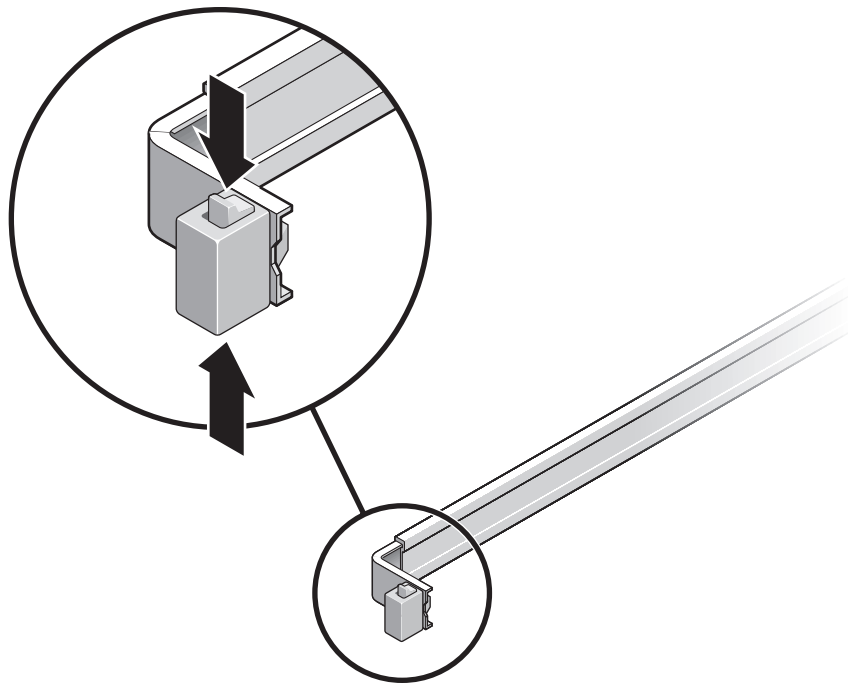

FIGURA 2-12 Desbloqueo de las guías
2. Pulse los botones de desbloqueo de las guías (FIGURA 2-12) que encontrará a ambos lados del servidor y tire suavemente de éste hasta que las guías lleguen al tope de carrera.